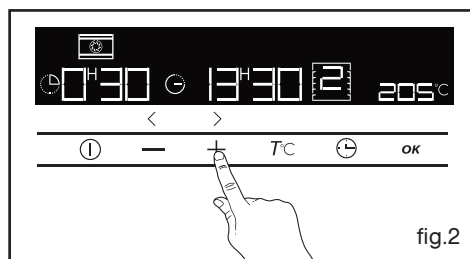

fig.2
- Le symbole minuterie ⌚ et 0m00s clignotent (fig.2).